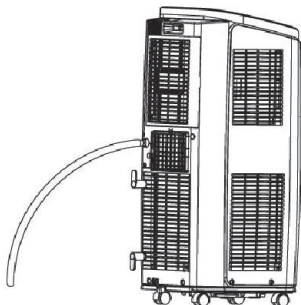

Bild 17: Schlauch anbringen
3. Den Schlauch auf den Verbinder aufstecken (Bild 17).